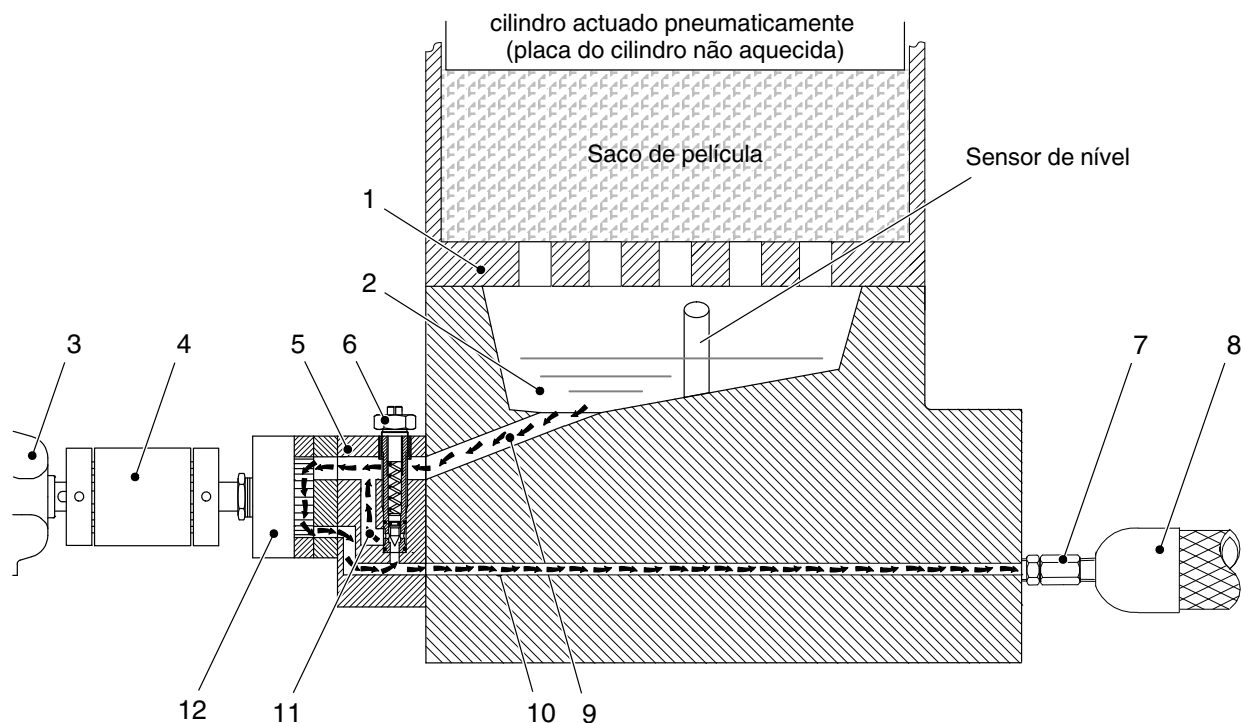

Fig. 2-2 Representação esquemática
O saco de película aberto é colocado dentro do alimentador. A placa de fusão encontra-se dentro do alimentador (1, fig. 2-2). Aí a cola é fundida e enche um reservatório (2). A cola circula do reservatório para a bomba de engrenagens (12). A bomba de engrenagens transporta a cola para a conexão de mangueira (7).